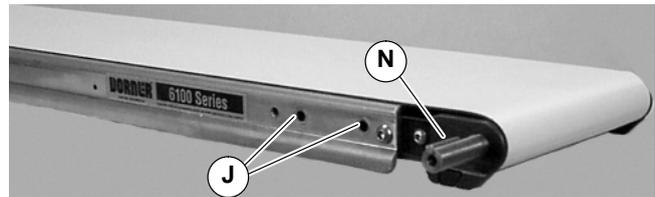

Abbildung 9
3b. Lage der Antriebswelle feststellen. Zwei Schrauben entfernen (J siehe Abbildung 9). Paßfeder installieren (N).